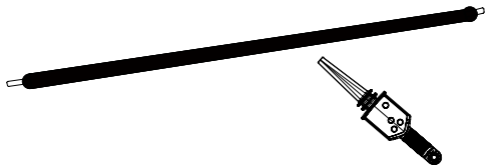

图1. 单根电线电压检测
4. 将TIC 300 PRO的探针靠近但不要接触低(<1000 V)电压线(图1)。